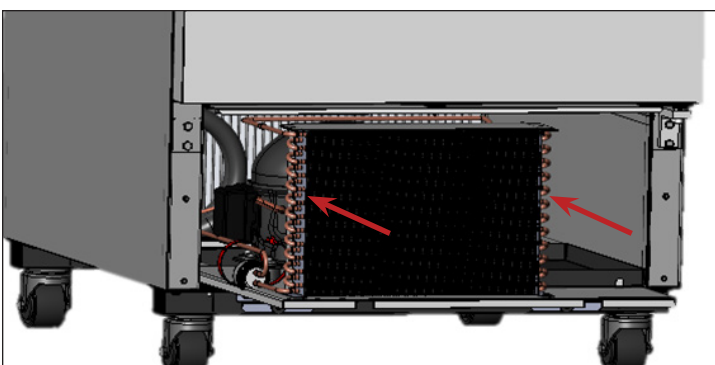

Fig. 7. Deslice cuidadosamente la unidad de condensación a su posición inicial y vuelva a colocar los pernos.
9. Vuelva a instalar los soportes del serpentín (si aplica). Deslice cuidadosamente el conjunto del compresor a su posición y vuelva a colocar los pernos. Véase la fig. 7.